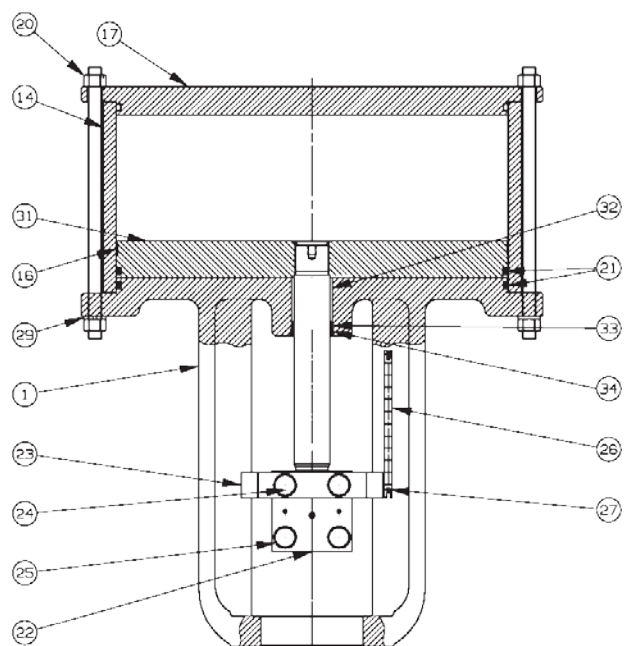

**Figura 13**
## Actuadores de cilindro tipo 51/52/53 que conectan el accionamiento de doble efecto (modelo 51) (Figura 13)
2. Conecte los tubos del panel de carga manual en la placa superior (17).
4. Vuelva a conectar los tubos del panel de carga desde la placa superior (17) a la horquilla (1), que se encuentra integrada en la conexión de la placa inferior.
5. Retraiga el vástago del actuador neumáticamente o con un volante aproximadamente 0,1 pulg. (2 mm), utilizando la escala de recorrido visual como se muestra en la Figura 13.